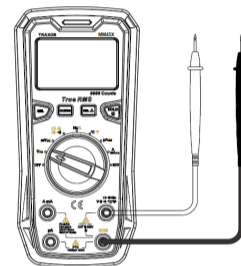

Figure 2
1. AC/DC-Spannungsmessung (Abb. 2)
2. Durchgangsprüfung (Abbildung 2)
- 3) Wenn der gemessene Widerstand $> 420\Omega$ ist, ist der Stromkreis unterbrochen, das LCD zeigt „OL“ an und der Summer gibt keinen Ton von sich. Wenn der gemessene Widerstand bei $30\Omega - 420\Omega$ liegt, ist der Leitwert des Stromkreises relativ groß, Abbildung 2 der Summer gibt keinen Ton ab und eine rote Kontrollleuchte leuchtet auf. Wenn der gemessene Widerstand $\leq 30\Omega$ ist, befindet sich der Stromkreis in einem guten Leitungszustand und der Summer ertönt dauerhaft und eine grüne Kontrollleuchte leuchtet auf.
3. Widerstandsmessung (Abbildung 2)
4. Diodentest (Abbildung 2)
5. Kapazitätsmessung (Abbildung 2)
6. Frequenzmessung (Abbildung 2)
- 7. Messung des Arbeitszyklus (Abbildung 2)